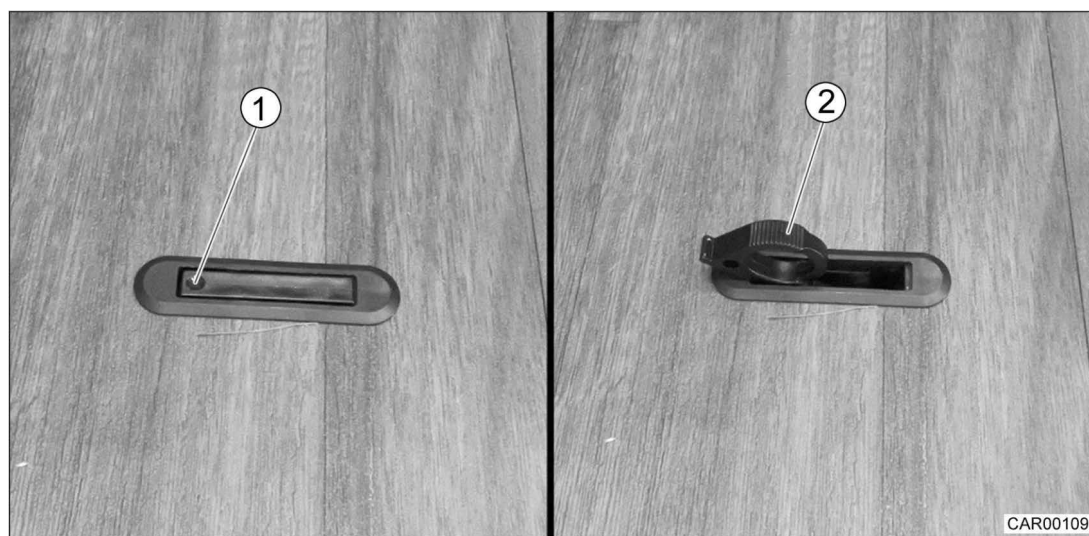

Fig. 101 Dispositif de fermeture dans les trappes de plancher
1. Enfoncer le dispositif de fermeture au niveau du marquage (Fig. 101/1). Le levier à poignée (Fig. 101/2) pivote vers le haut.
1. Fermer la trappe et rentrer le levier de la poignée (Fig. 101/2).